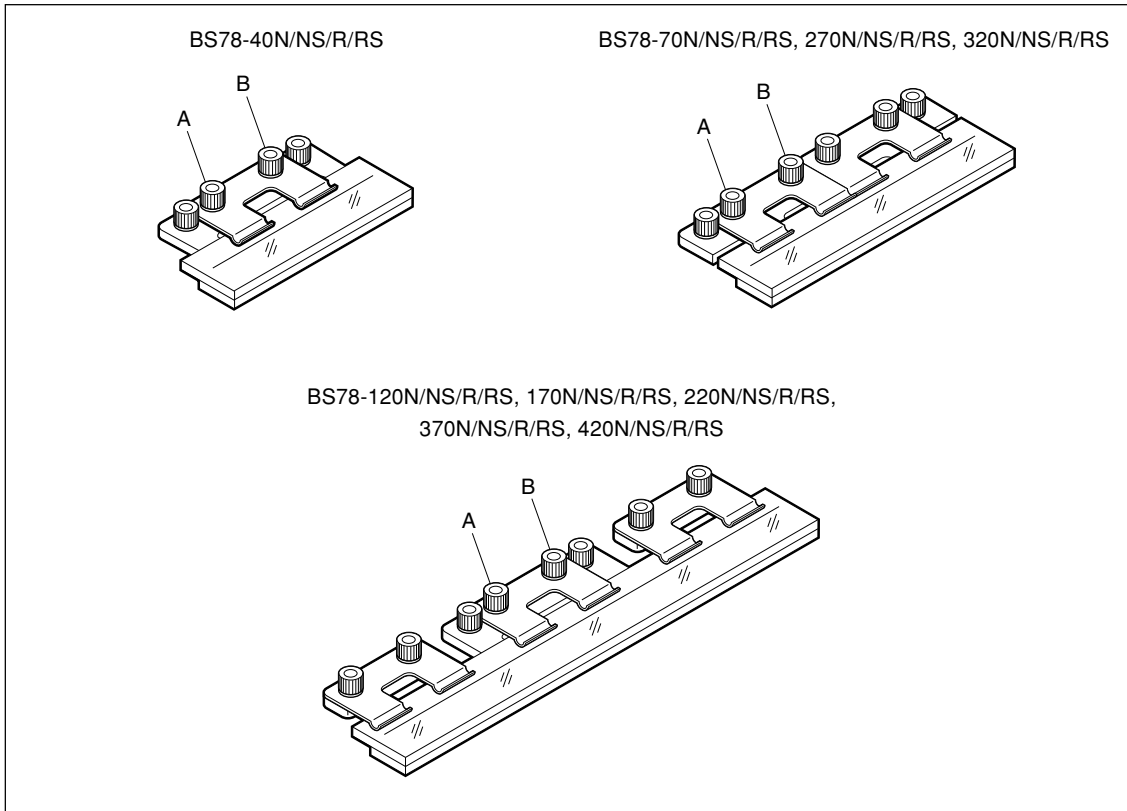

図3-12
- 5** スケールを熱的に安定化させるために、図3-12の状態ですべてのスケールクランプを1時間以上放置してください。